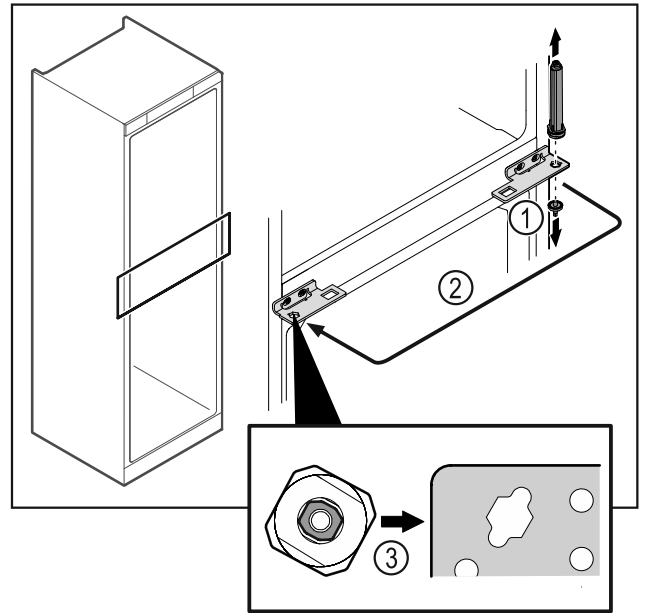

Fig. 44
- Irrota saranapultti Fig. 44 (1).
- Vaihda oven sulkukyksikkö Fig. 44 (2).
- Varmista asettaessa, että ovijärjestelmä Fig. 44 (3) suunnataan oikein.